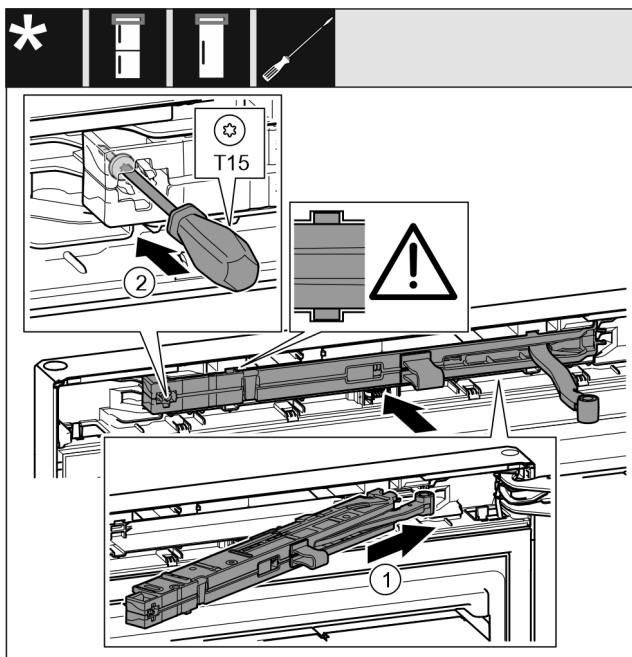

Fig. 20
- ▶ Вкарайте блока на затварящия демпфер от страната на лагерната стойка докрай под ъгъл в отвора. *Fig. 20 (1)*
- ▶ Затегнете винта с отвертка T15. *Fig. 20 (2)*